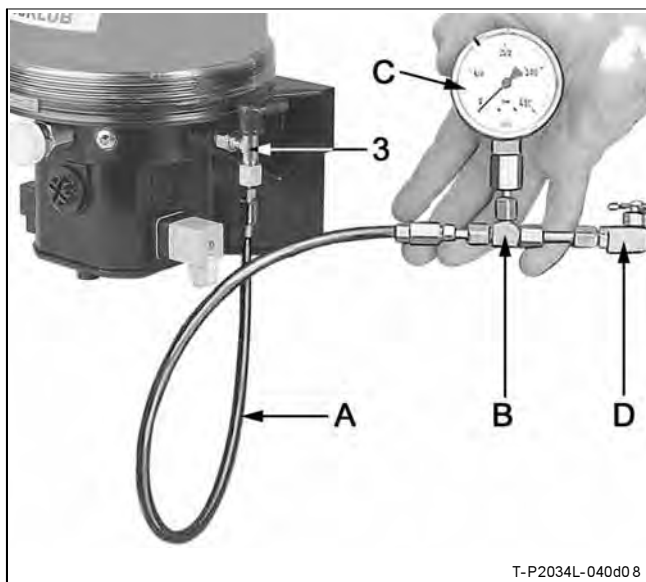

Fig. 9-4 Controllo della valvola limitatrice della pressione
- Collegare il manometro C (fig. 9-4) alla valvola limitatrice della pressione 3.